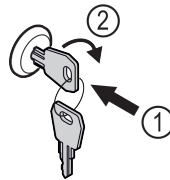

Fig. 190
- ▶ Вдавити ключ. Fig. 190 (1)
- ▶ Повернути ключ на 90° за годинниковою стрілкою. Fig. 190 (2)